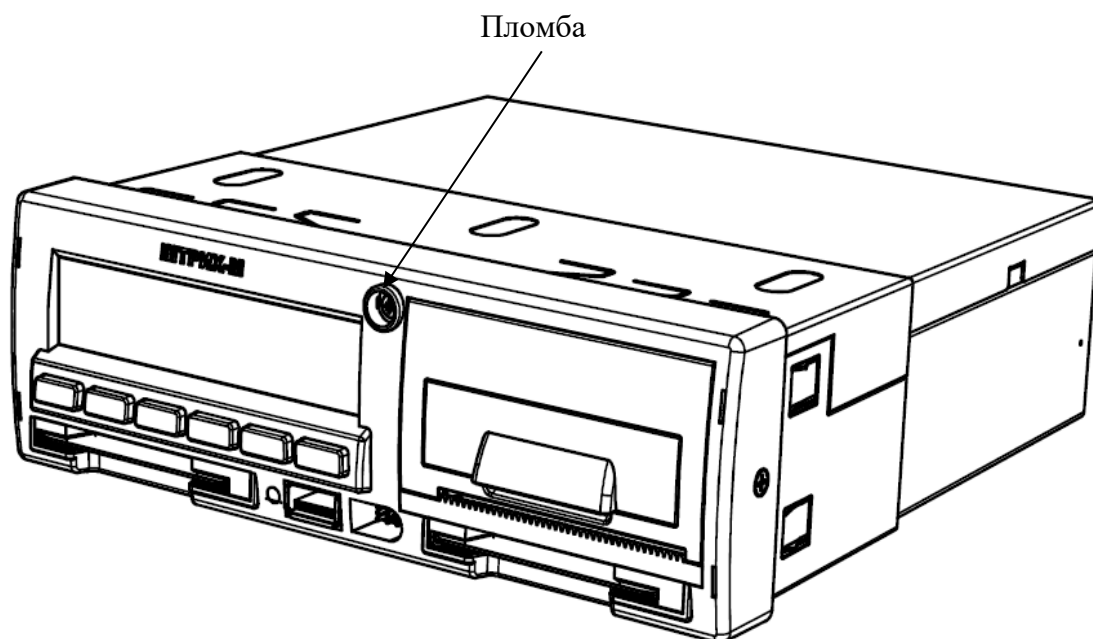

Рисунок 35 – Пломба тахографа SM10042.00.00-13
2. Снять пломбу с лицевой панели тахографа и выкрутить винт, удерживающий крышку тахографа. (Рисунок 35)